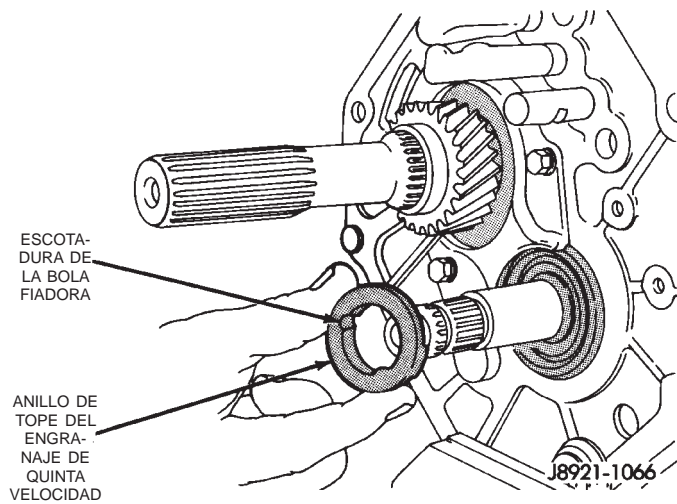

Fig. 55 Desmontaje del anillo de tope del engranaje de quinta velocidad
(7) Retire del árbol intermedio el anillo de tope de quinta velocidad (Fig. 55).